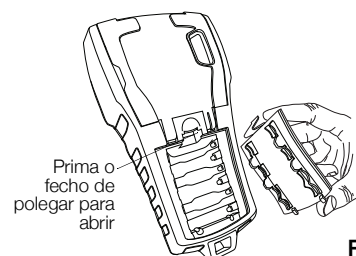

Figura 3
- 1 Prima o fecho de polegar na traseira da impressora de etiquetas para remover a tampa do compartimento da bateria. Consulte a Figura 3.